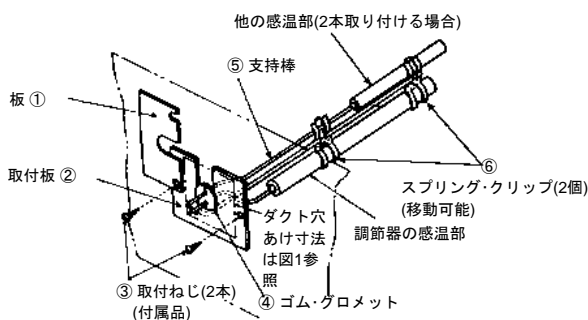

図2 取付図
調節器の感温部は、『図2』に示す「② 取付板」から直角に出ている「⑤ 支持棒」上にある「⑥ スプリング・クリップ」に、はさんで保持します。